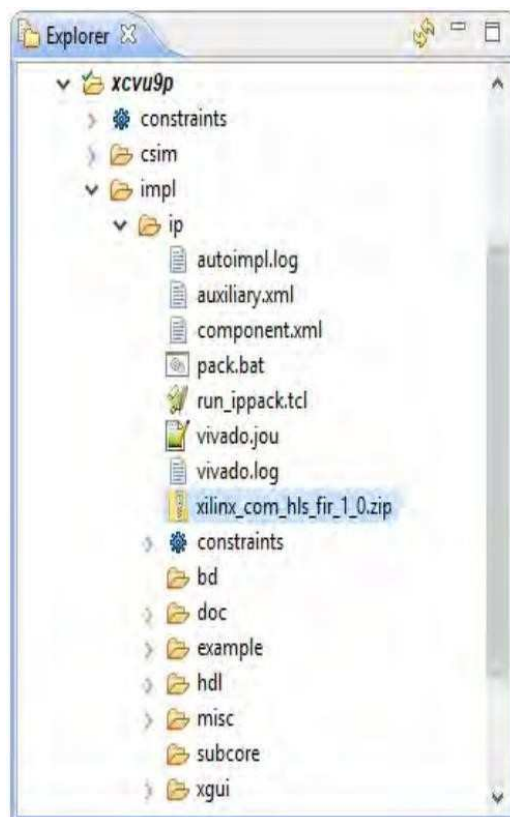

图 2-15: RTL 验证结果
- 6.展开文件夹，找到打包成 **zip** 文件的 **ip**，准备添加到 Vivado IP 目录(图 2-15)。